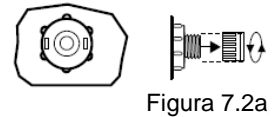

Figura 7.2a
2. Alguns modelos, dependendo do ano / versão, possuem válvula de drenagem localizada na parte externa do fechamento. Segure a parte maior (traseira) da válvula de drenagem para evitar que ela gire, em seguida solte e remova a tampa para expor a rosca macho da mangueira, Figura 7.2a.